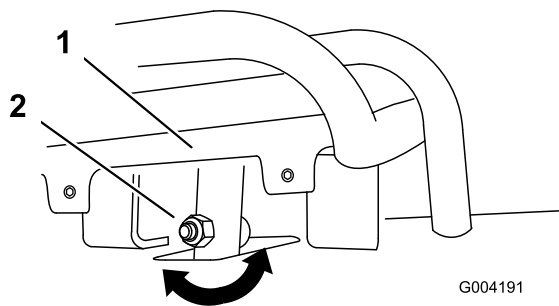

Figura 55
4. Se la parte anteriore del comando della trazione non rimane dritta e a filo con la barra di riferimento, allentare il dado flangiato e imbullonare lo stelo del comando della trazione (Figura 55).
5. Regolate il comando di trazione in modo che sia a livello rispetto alla barra di riferimento quando lo tirate indietro dritto (Figura 55 e Figura 56).